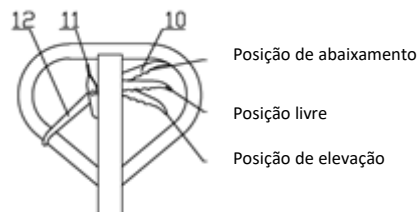

Fig. 5
4.1 Após a montagem da paleteira, tente mover a haste do timão e operar posições diferentes da alavanca de controle 10 para verificar a elevação, posição livre e descida e verificar se as diferentes posições estão normais ou não. Veja a fig 5.
5.3 Consulte a fig. 5, quando a alavanca 10 é colocado na posição de elevação, a paleteira estará em um estado de elevação. Nesse momento, se você mover para cima e para baixo a haste do timão, a paleteira elevará a carga.
5.4 Consulte a fig. 5, quando a alavanca 10 é colocado na posição livre, a paleteira se desloca. Nesse momento, se você mover para cima e para baixo a haste do timão, a paleteira não vai subir nem baixar. Então, você pode usar a paleteira para transportar a carga.
5.5 Consulte a fig. 5, quando a alavanca 10 for colocado na posição de descida, os garfos da paleteira descerão. Nesse momento, os garfos da paleteira irá baixar automaticamente.
5.6 Consulte a fig. 5, quando a alavanca 12 for colocado para baixo, a paleteira estará em um estado de deslocamento livre.
5.7 Consulte a fig. 5, quando a alavanca 12 for colocado para acima, a paleteira estará em um estado de frenagem.
5.8 Consulte a fig. 5, a alavanca 11 é usado para liberar o freio.